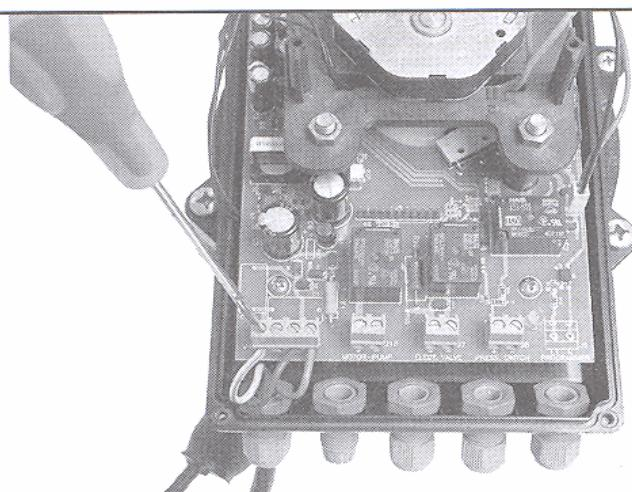

FIG. 8
Разборка: Сначала открутите четыре винта, фиксирующие крышку (1) на месте. (Рис. 2). Отсоедините все входные провода модуля (ПРИЛОЖЕНИЕ 2 – Рис. 8). ПРЕДУПРЕЖДЕНИЕ: Сначала необходимо отключить все соединения электросети.